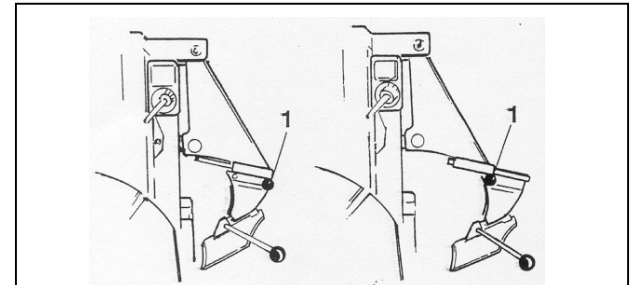

Fig. 8A
- Pull up and hold pin (1, Fig.8A), and pull the bead breaker assembly in the "Wide" position.
- Release pin (1, Fig.8A) in its hole to lock the bead breaker in the new position.
- Tirer et maintenir tiré l'axe(1, Fig.8A) et amenez le groupe détalonneur dans la position "Large"
- Délivrer l'axe (1, Fig. 8A) dans le trou pour bloquer le groupe détalonneur dans le nouvelle position.